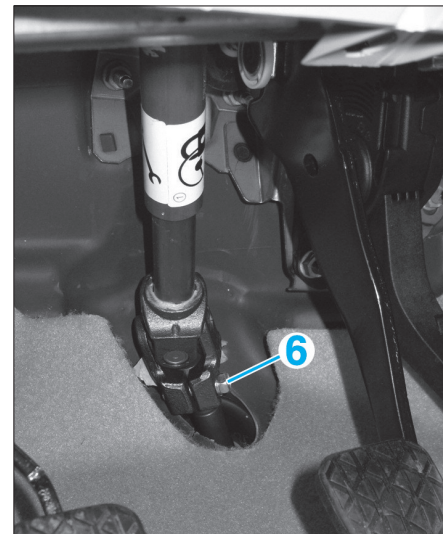

Fig. 10
- Déposer la vis (6) de la chape rabattable puis découpler cette dernière du boîtier de direction (Fig.10).